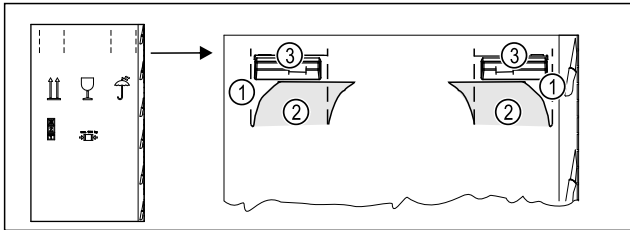

Fig. 6
- ▶ Comprimere il cartone di imballaggio in alto sulla perforazione Fig. 6 (1).
- ▶ Estrarre le linguette compresse Fig. 6 (2).
- ▶ La maniglia di trasporto Fig. 6 (3) a destra e a sinistra è visibile.
- ▶ Tenere l'apparecchio dalle maniglie di trasporto Fig. 6 (3).